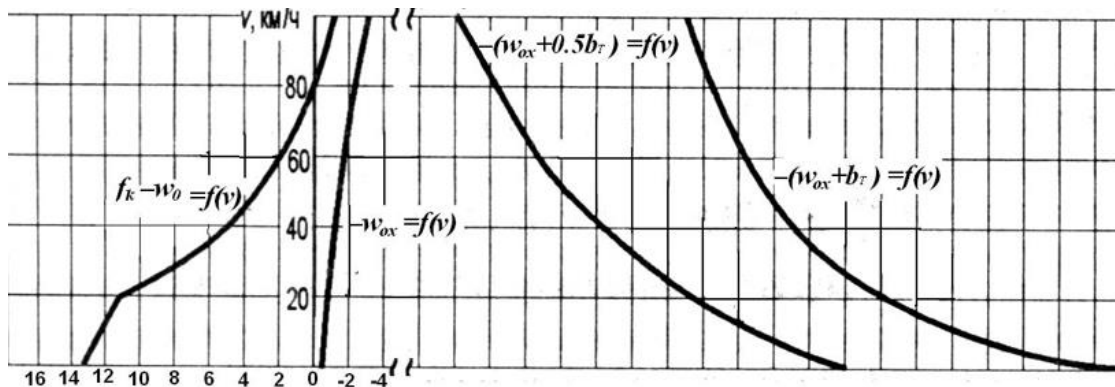

Рис. 3
3. Какой режим движения надо применить для поддержания постоянной скорости 40 км/час на уклоне $i = 2 \text{ ‰}$ (рис. 3)?